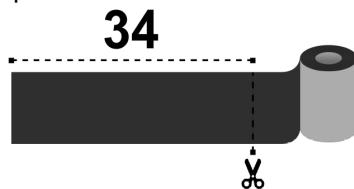
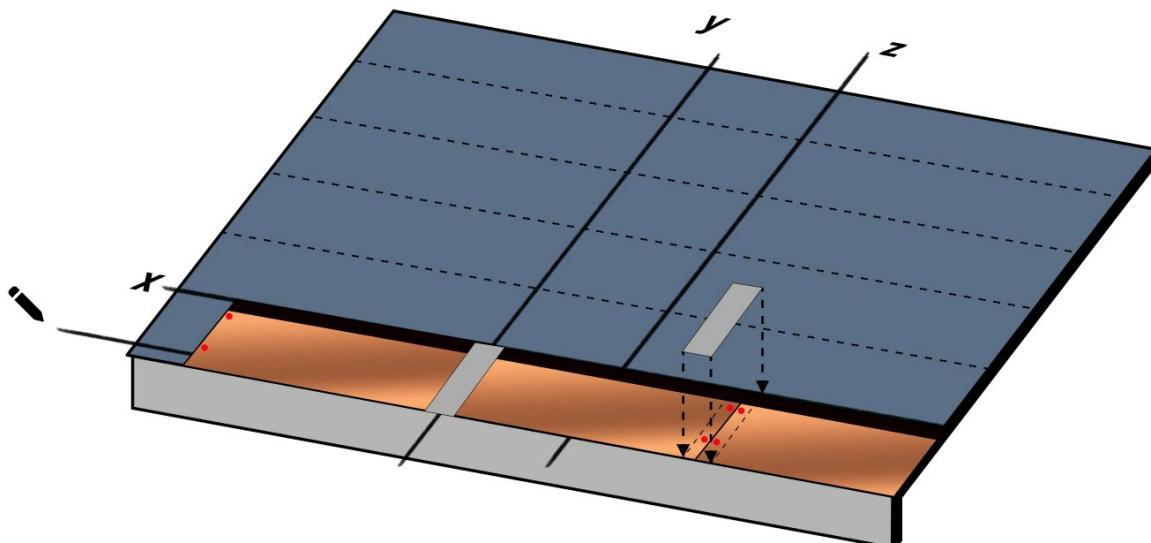
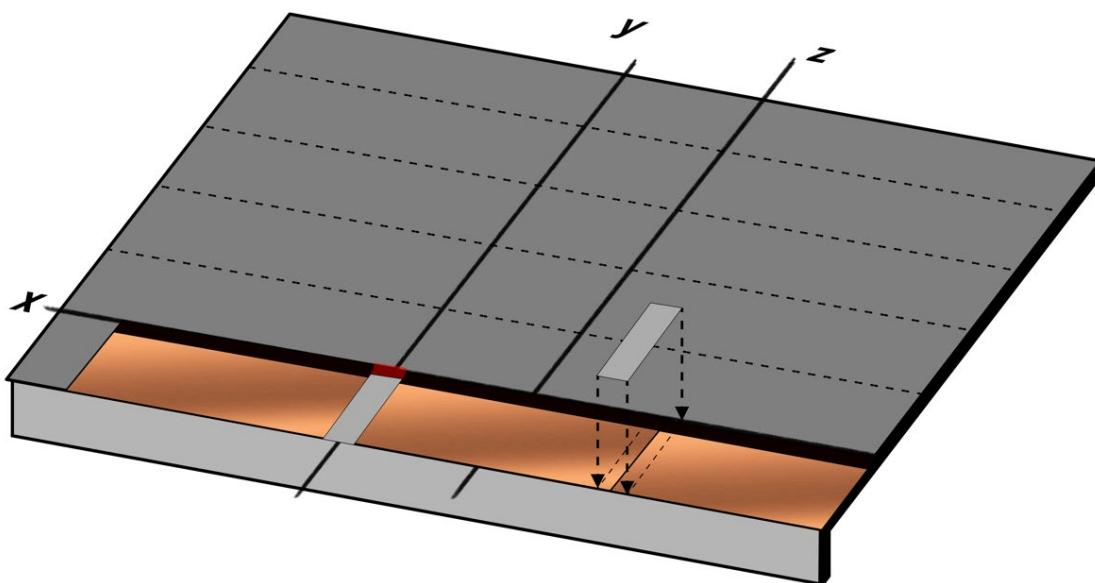
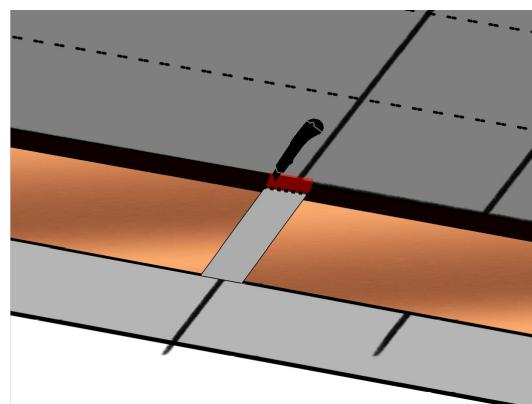

Fig. 7 - Compact Strip
Fig. 8 - Posa del Compact Strip
Fig. 19 - Installazione del Compact Strip
Fig. 20 - Taglio del film superiore del Compact Strip
- Dal rotolo di sigillante Compact Strip, tagliare dei pezzi di lunghezza 34cm - Fig. 7. Posizionare il pezzo così predisposto di Compact Strip al centro della giunzione tra due tegole consecutive (Fig. 8), applicando una pressione tale da ottenere una perfetta adesione con il substrato. Non rimuovere il film superiore antiaderente della striscia di Compact Strip.
- Inserire il Compact Clip, allineando la tacca centrale con la giunzione tra due tegole consecutive. Procedere con la chiodatura del Compact Clip, sfruttando gli appositi fori - chiodi verdi di Fig. 8. In questo modo, si andranno anche ad assicurare le tegole al sottofondo con ulteriori punti di fissaggio.
- Dal rotolo di sigillante Compact Strip, tagliare dei pezzi di lunghezza 34cm - Fig. 7. Posizionare il pezzo così predisposto di Compact Strip al centro della giunzione tra due tegole consecutive (Fig.19), applicando una pressione tale da ottenere una perfetta adesione con il substrato. Non rimuovere il film superiore antiaderente della striscia di Compact Strip, ma tagliarne solo la parte superiore indicata in rosso in Fig. 20, in modo da esporre una parte di nastro butilico.